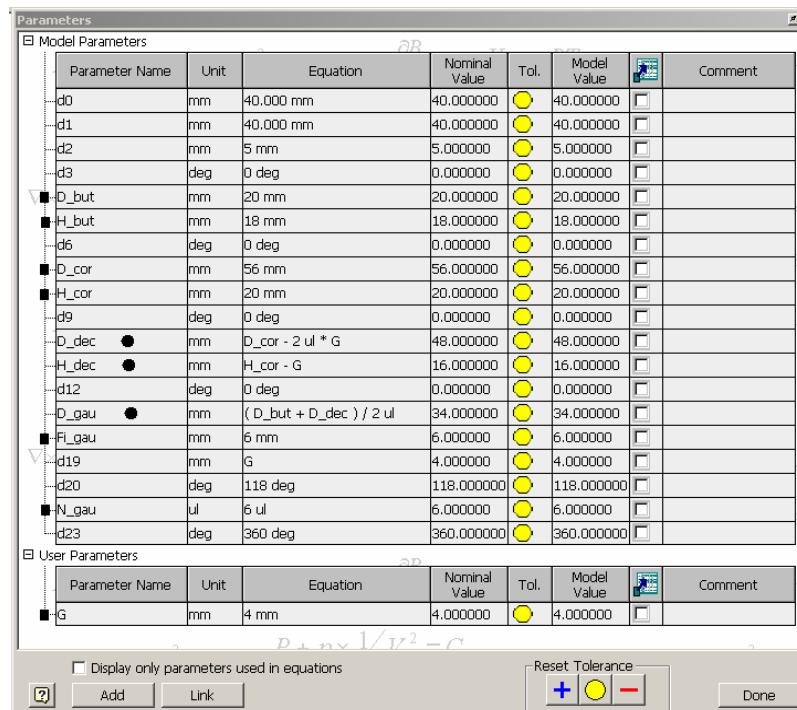
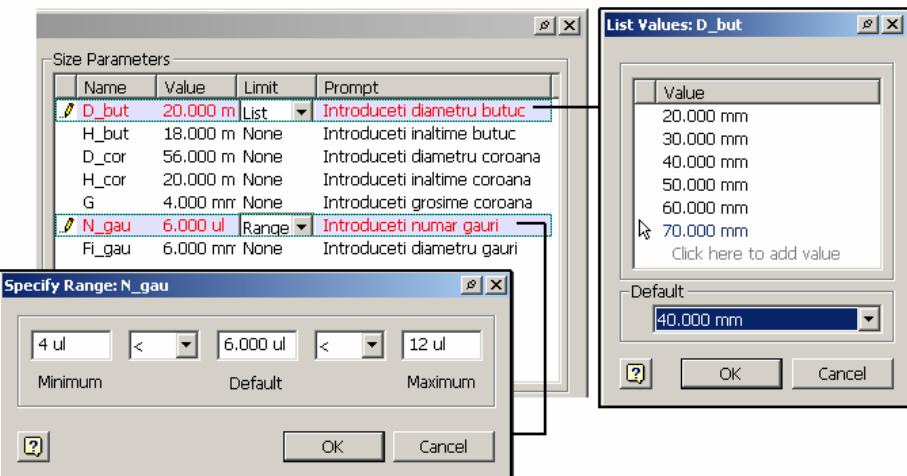
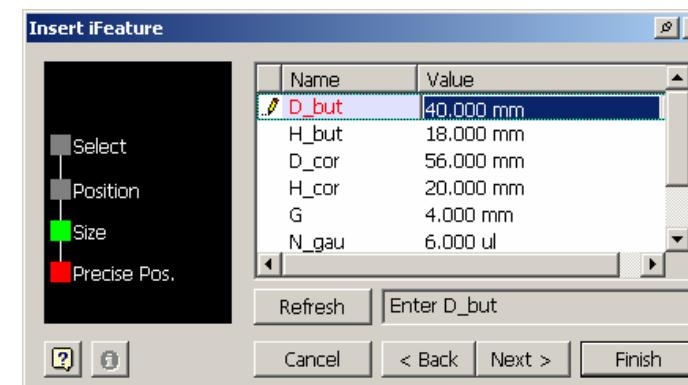

Figura 2.17.27.
Figura 2.17.29.
Figura 2.17.40.
În varianta finală, fereastra **Parameters** arată precum în figura 2.17.27, în care s-au marcat artificial, prin *****, mărimele definitoare ale iFeature, modificabile valoric la inserarea acestuia într-un desen destinație. Restul mărimerilor sunt constante sau, cele marcate prin **●**, rezultă din ecuații bazate pe mărime definoare.
- secțiunea **Size Parameters** este populată cu mărimile dimensionale exprimate valoric sau prin ecuații, pentru care numele s-a impus sau modificat prin fereastra **Parameters** în decursul modelării; este vorba de mărimile din figura 2.17.27 marcate prin -- sau -- ; din această zonă se elimină mărimile calculabile prin ecuații (cele marcate artificial cu -- în figura 2.1.7.28), rămânând numai acelea definitoare, modificabile la operația de inserare a **iFeature** într-un desen destinație (cele marcate cu -- , în figura 2.1.7.27); eliminarea se poate realiza, după selecția mărimii prin click stânga mouse pe numele acesteia și punctarea butonului „ $<<$ ”; dacă se elimină din greșelă o mărime, ea poate fi readusă din fereastra **Selected Feature** prin același procedeu, cu diferența punctării butonului „ $>>$ ”; pentru fiecare mărime sunt alocate coloanele **Name**, **Value**, **Limit** și **Prompt**; coloana **Name** este rezervată numelui variabilei, care ar trebui să reflecte funcția acesteia; coloana **Value** este destinată afișării valorii curente a mărimii; coloana **Limit** permite impunerea unor limitări mărimii, prin selecția opțiunii dorite din lista asociată: opțiunea **None** nu impune limitări, opțiunea **Range** permite definirea unui domeniu minim–maxim pentru mărime prin intermediul ferestrei **Specify Range**, figura 2.17.29; opțiunea **List** permite definirea unui sir de valori pentru mărime, prin intermediul ferestrei **List Values**, figura 2.17.29; ambele ferestre conțin câmpul **Default**, prin care se poate impune valoarea implicită afișată la momentul introducerii **iFeature** în desenul destinație; de exemplu, pentru numărul de găuri **N_gau** s-a impus domeniul **6 – 12**, iar pentru diametrul butucului **D_but** s-a impus sirul de valori **20, 30, 40, 50, 60 70**, figura 2.17.29; coloana **Prompt** permite specificarea unui sir de caractere, care vor fi afișate cu caracter informativ, într-o zonă rezervată, la momentul introducerii **iFeature** în desenul destinație; mărimile din secțiunea **Size Parameters** pot fi reordonate prin tragerea numelui mărimii cu butonul stâng mouse apăsat, o linie indicând dinamic poziția momentană în raport cu celelalte;
- pasul **Size**, figura 2.17.40 – va apărea lista mărimilor definitorii ale iFeature, pentru specificarea valorilor de inserție; în listă apar acele mărimi specificate în secțiunea **Size Parameters**, cu limitările impuse acolo, figura 2.17.29; în zona din dreapta butonului **Refresh** este afișat sirul de caractere specificat în câmpul **Prompt**, din secțiunea **Size Parameters**, figura 2.17.29, pentru mărimea în curs de editare; butonul **Refresh** reactualizează desenul în urma modificărilor; deoarece pentru mărimea **D_but** s-a impus un sir de valori, figura 2.17.29, valoarea de inserție se va selecta din lista asociată, figura 2.17.41; de asemenea, pentru numărul de găuri s-a impus domeniul 4-12, încercarea de specificare a unei valori în afara domeniului este semnalizată cu eroare, figura 2.17.42; pentru restul mărimilor se pot introduce valori fără restrângeri;